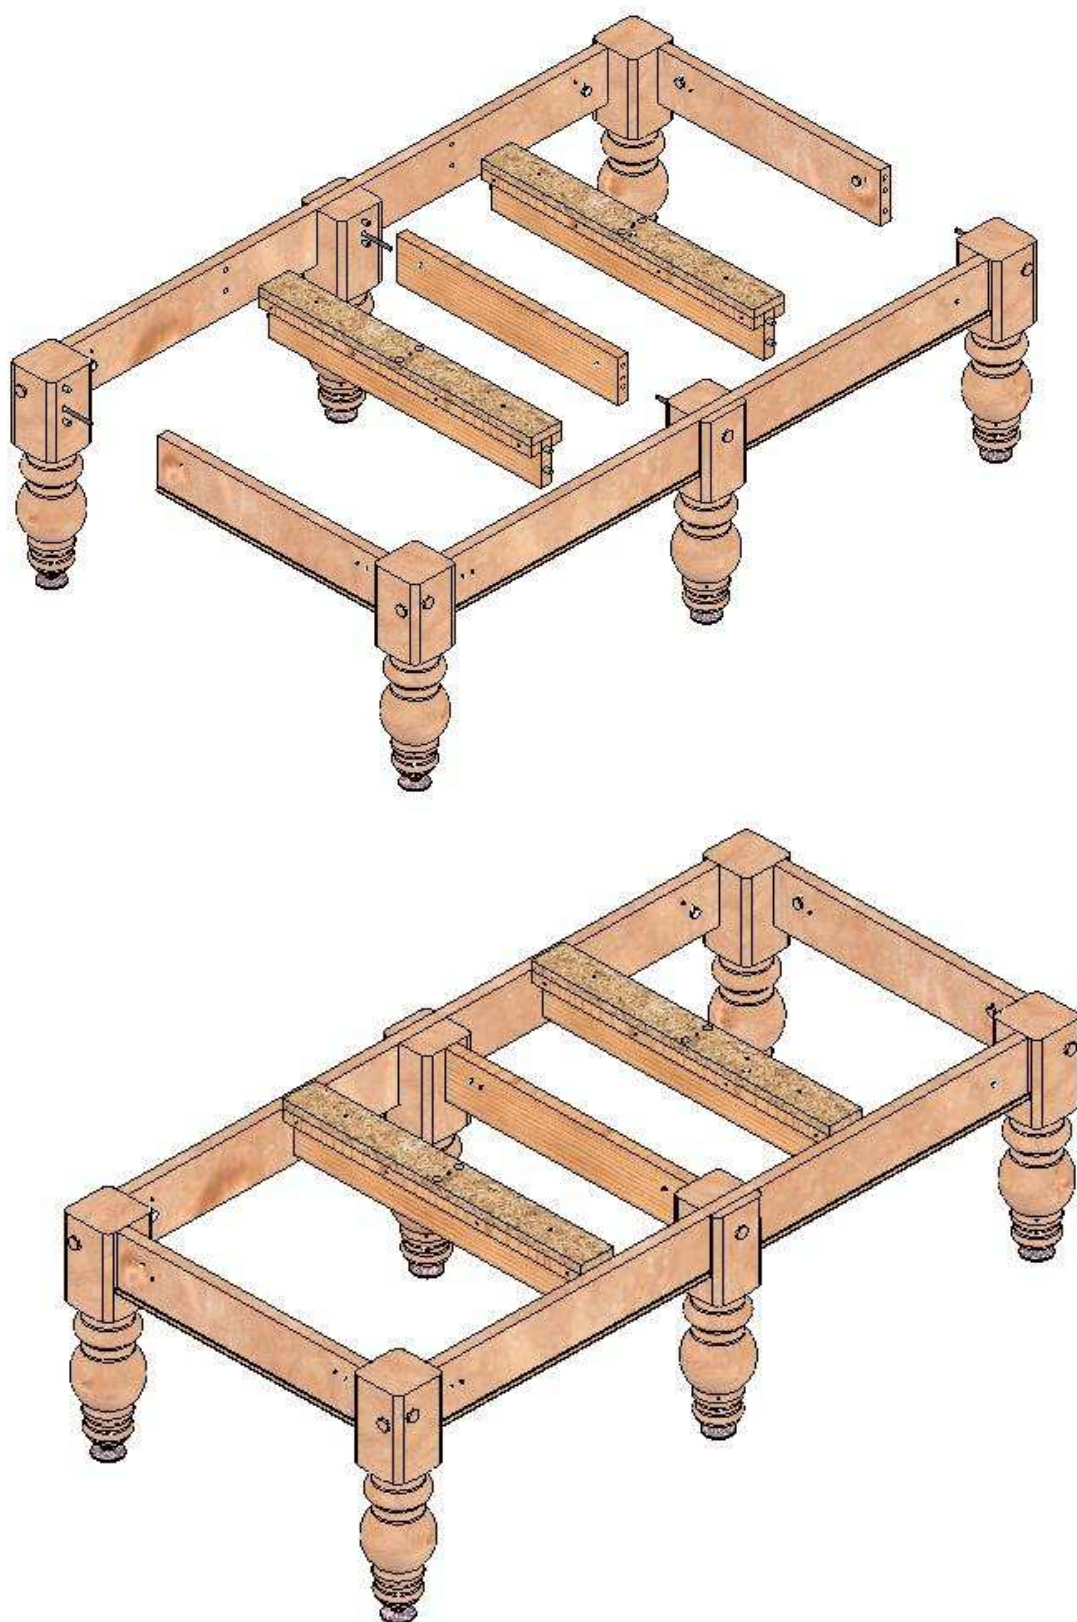

Рисунок 6.23
2. Вставьте короткие царги в опоры, устанавливая одновременно перемычки, закрепите царги в опорах, сильно не затягивая (рис.6.23).